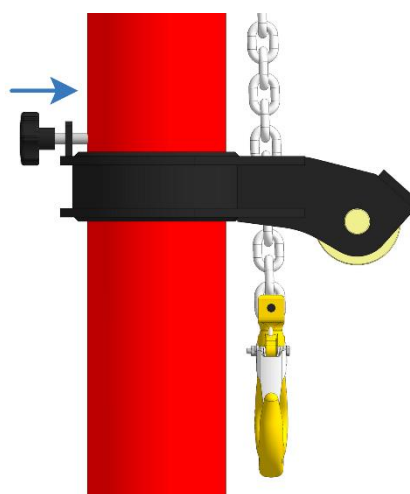

Рисунок 71
- Зафиксирован на силовом устройстве стопорным болтом (рисунок 71).